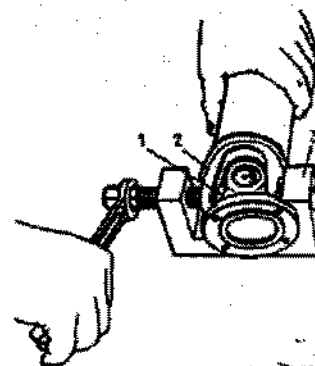

Fig. 3-44. Remoção dos rolamentos: 1 - rolamento de agulhas; 2 - garfo da junta universal; 3 - extrator 67.7823-9522.
- c) remover os rolamentos das cruzetas, utilizando-se do extrator 67.7823-9522 (fig. 3-44).